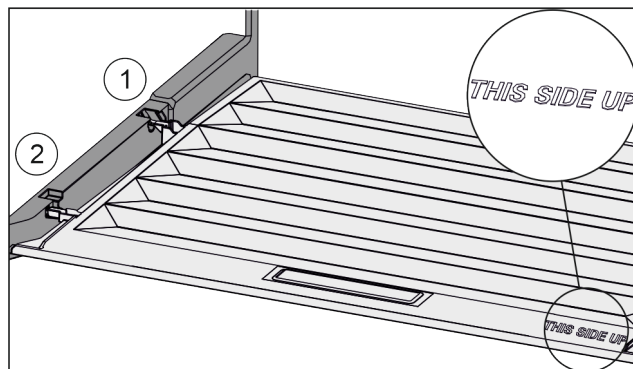

Fig. 95
- ▶ Anbring dækslets tappe over åbningen i den bageste holder Fig. 95 (1), og lad dem gå i indgreb i forreste holder Fig. 95 (2).